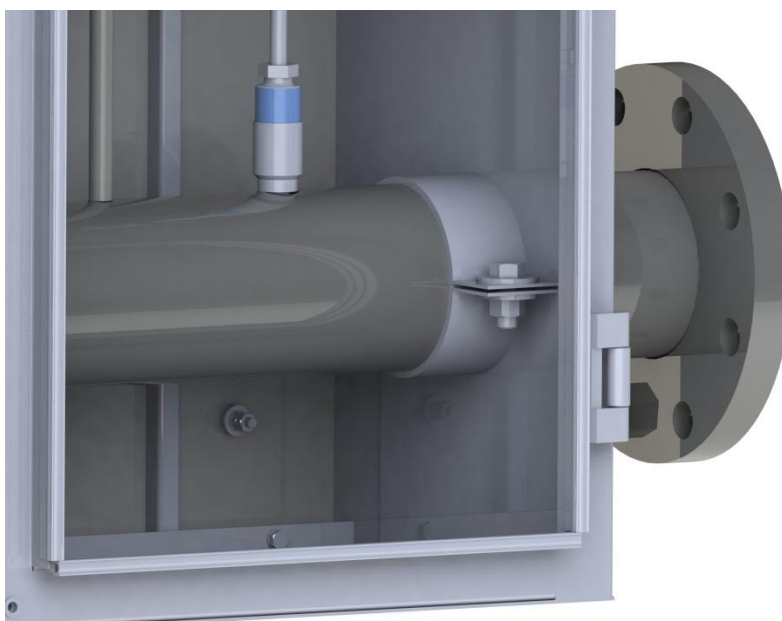

Рисунок 2.5 – Схема фиксации шкафа на трубопроводе
- Зафиксировать нижнюю крышку с помощью болтов, шайб и гаек (см. **рисунок 2.5**);